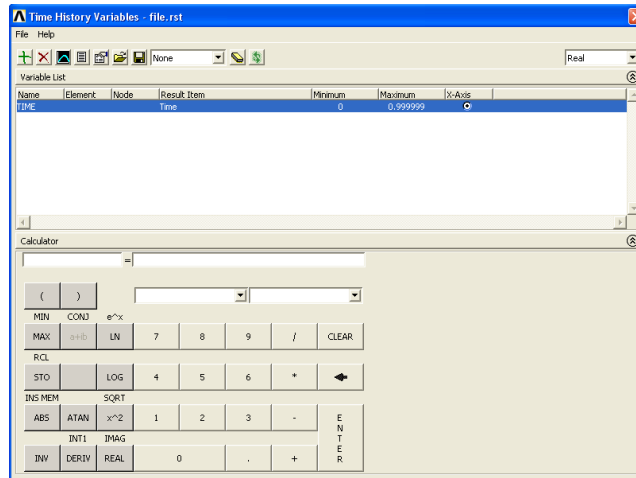

Рисунок 102. Окно *Time History Variable*
- В появившемся окне **Time History Variable** (Рисунок 102) необходимо нажать кнопку **Add Data** .